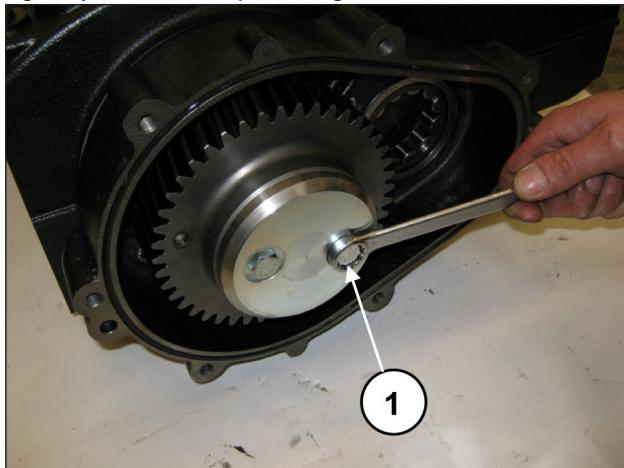

Fig. 12
Aflojar los tornillos que fijan el tope de la corona (pos. ①, Fig. 12) y desmontarlo (pos. ①, Fig. 13).